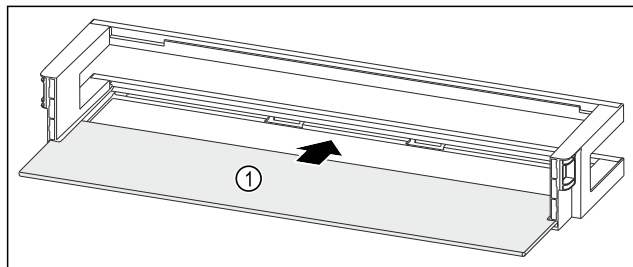

Fig. 232 Balconcino controporta con ripiano
- Inserire il ripiano Fig. 232 (1) negli incavi laterali.